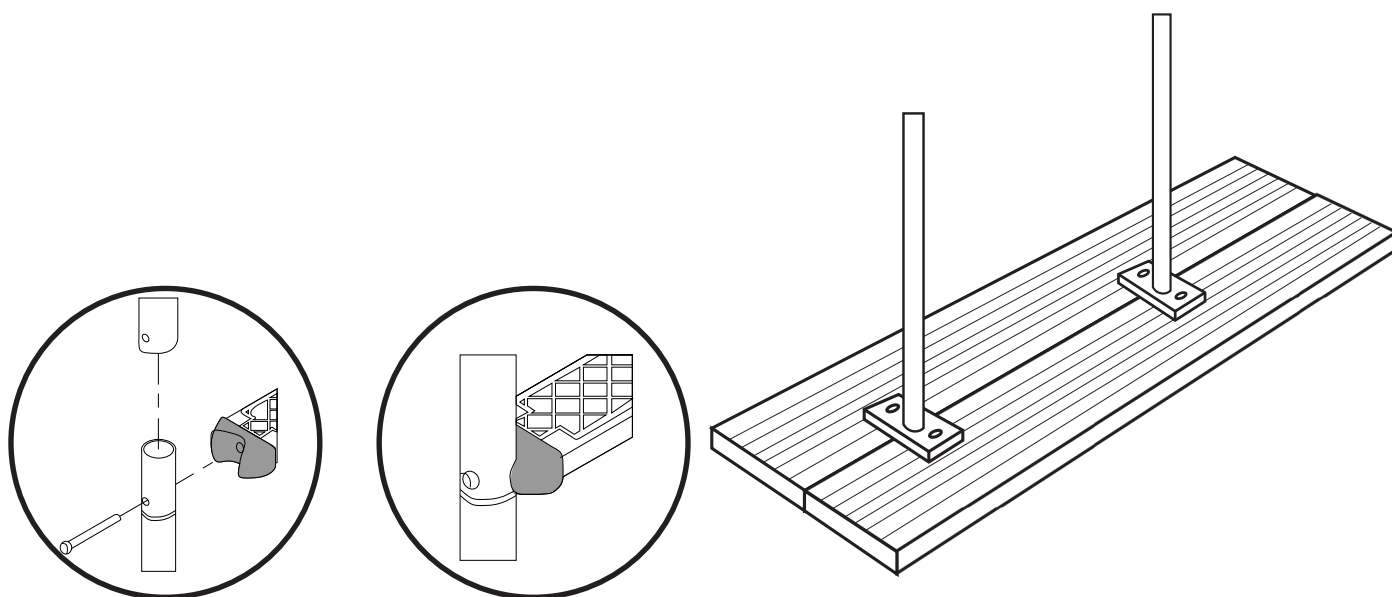
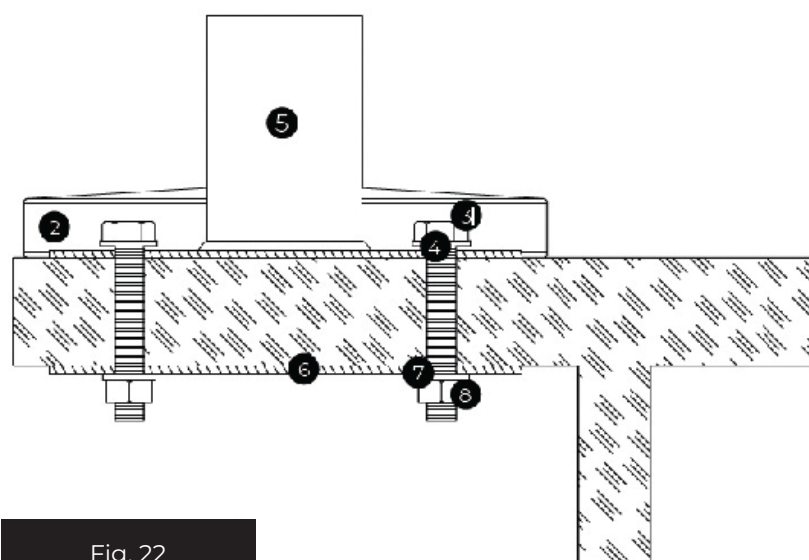

Fig. 21
Fig. 22
A.- Assembler les rampes supérieure (1) et inférieure (10) par emboîtement, puis les fixer ensemble à l'aide des marches (9), et celles-ci à la rampe avec les vis (11), les écrous (8) et les rondelles (7) appropriés. (Fig.21) **B.-** Installer les butées (12) sur la rampe afin d'éviter tout dommage à la piscine causé par l'échelle. **C.-** Une fois l'échelle montée, la positionner dans la piscine et percer quatre trous de Ø9mm en utilisant la plaque comme gabarit. **D.-** Fixer la contre-plaque (6) avec les vis (3), les rondelles (4,7) et les écrous (8) à l'aide de la clé 12-13. (Fig.22) **E.-** Installer les cache-vis décoratifs (2).